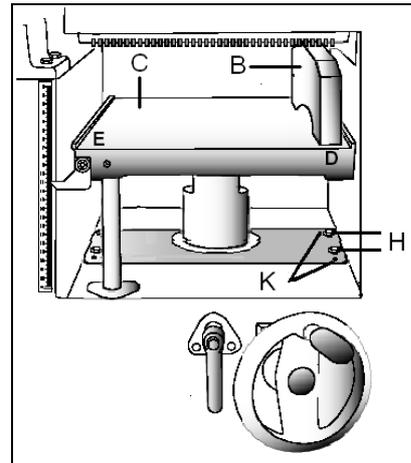

Рис. 11
Используйте измерный блок (B), слегка приподнимите стол (C) для проверки (Рис. 11).